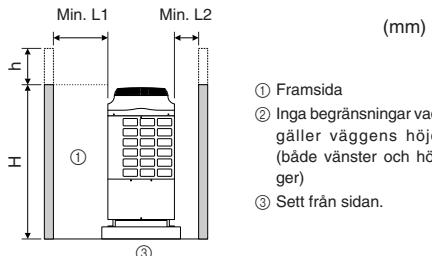

Fig. 2-7
(4) Om det finns väggar runt enheten (Fig. 2-7)